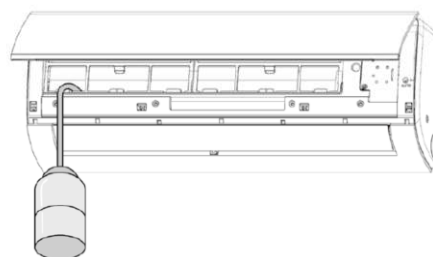

fig. 22 -
- Giet water in de condensafvoerbak om de afvoer te controleren ("fig. 22 -").